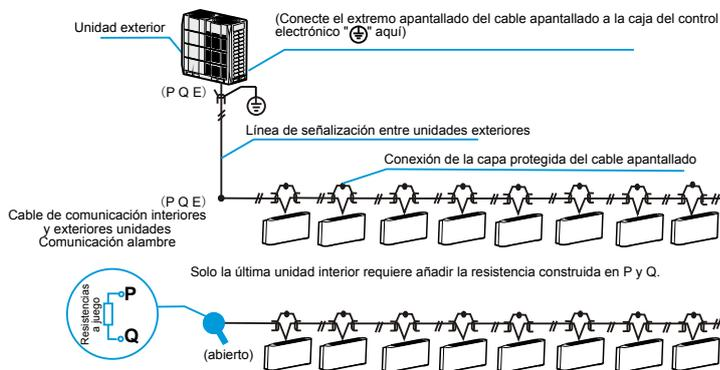

Figura 6.6
- El cableado de comunicación entre las unidades interiores y exteriores debe conectarse una unidad tras otra en cadena desde la unidad exterior hasta la unidad interior final, y el cable apantallado debe estar debidamente conectado a tierra, y debe añadirse una resistencia de acumulación a la última unidad interior para mejorar la estabilidad del sistema de comunicación (véase la figura 6.6).